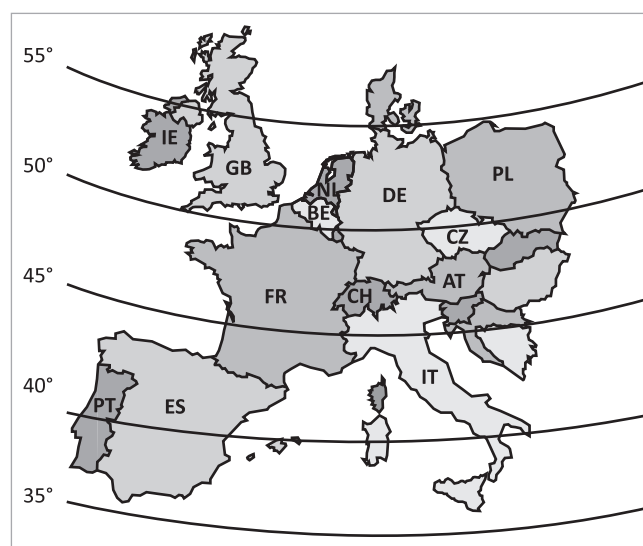

Fig. 7: gradi di latitudine in Europa
- Dalla ➔ Fig. 7 si può rilevare il grado di latitudine del luogo di installazione.